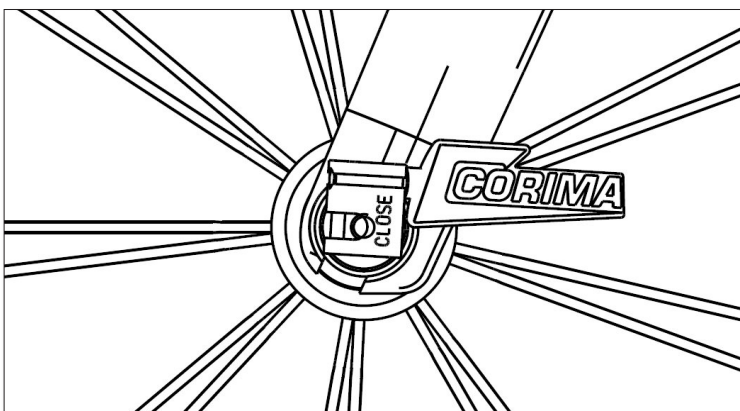

Figura 1
- Bloccare le ruote con i dispositivi di bloccaggio a sgancio rapido come indicato sopra (**figura 1 e 2**).
- Spingere la leva in posizione di chiusura e controllare che la ruota sia bloccata. La dicitura "chiusa" dovrebbe essere visibile (**figura 1 o 2**).